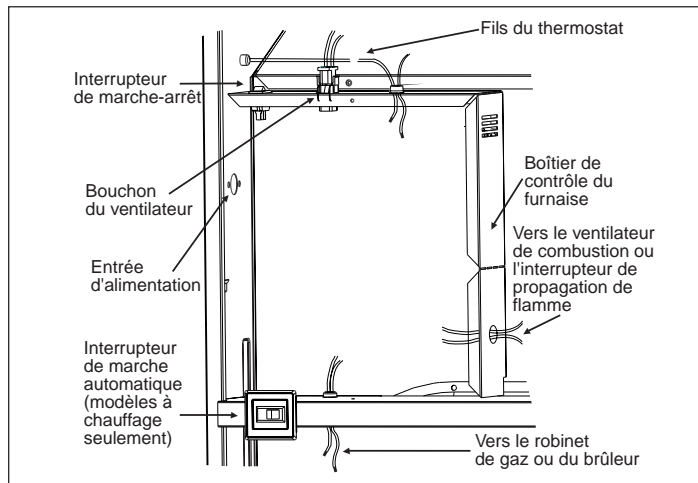

Figure 25. Panneau de contrôle (tous les modèles)
- Insérer les fils de 115 V dans le sabot sur le côté gauche du boîtier de commande du fournaise (voir la figure 25).
- Brancher les fils du thermostat sur les fils de basse tension du fournaise (voir figure 25).